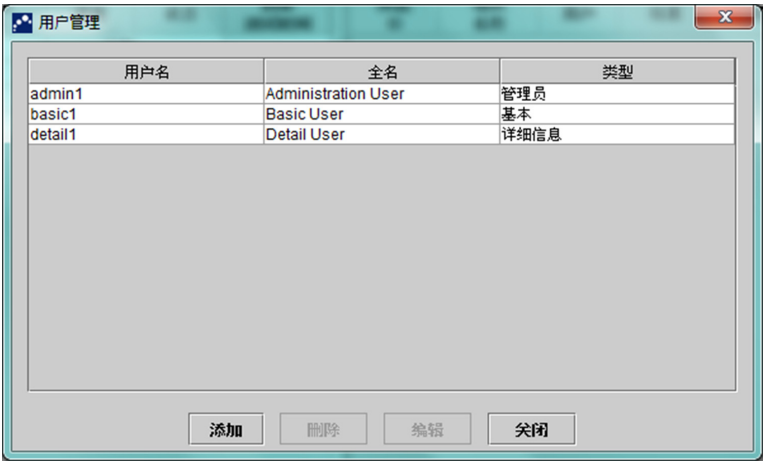

图 2-74. “用户管理” 对话框
1. 在 “GeneXpert Dx System” 窗口（参见图 2-55）的**设置**菜单上，单击**用户管理**。出现 “用户管理 ” 对话框。参见图 2-74。